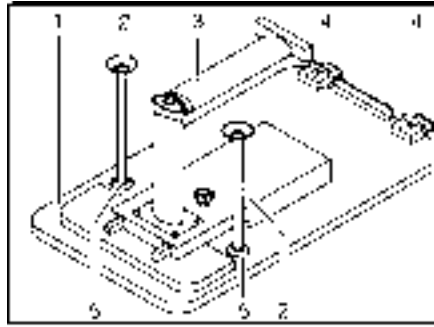

Bild 74 Bettunterbau
- Tischplatte (Bild 74,1) vorn leicht anheben.
- Tischfuß (Bild 74,3) am Gelenk entriegeln und einklappen.
- Tischplatte ca. 45° nach oben schwenken und Halterungen (Bild 74,4) aus der oberen Halteschiene aushängen.
- Je nach Modell die beiden zusätzlichen Stützfüße (Bild 74,2) in die Aufnahmen (Bild 74,5) an der Unterseite der Tischplatte stecken.